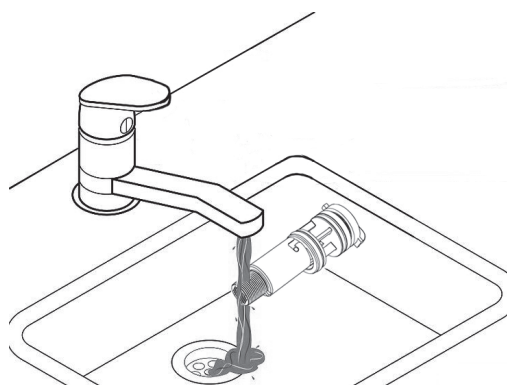
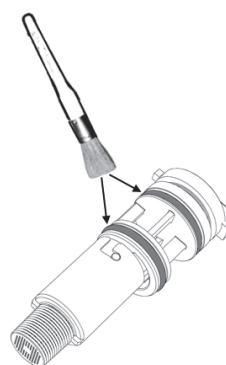

fig. 49
fig. 50
- În acest mod se poate curăța debitmetrul (vezi fig. 49 și fig. 50) sau înlocuiți componentele.